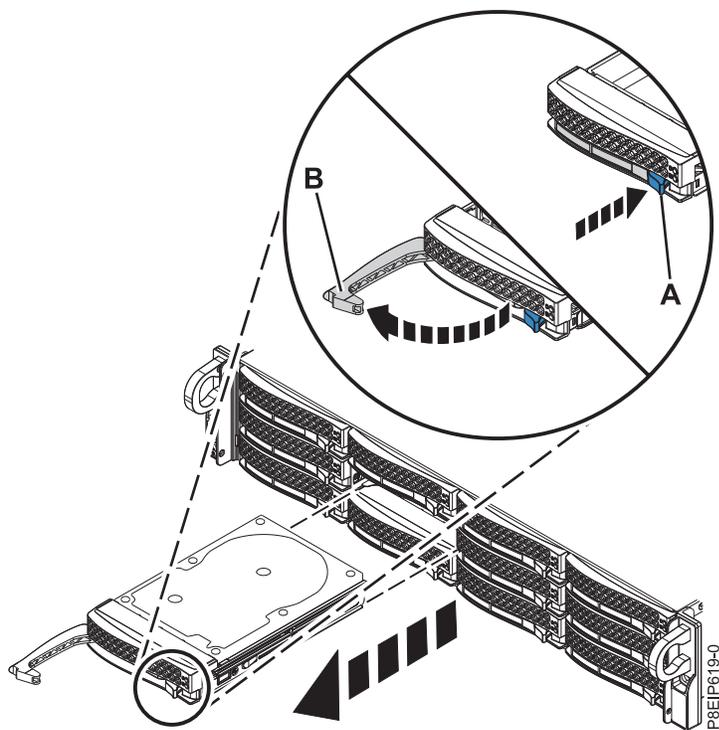

図 1. ドライブの取り外し
3. ハンドル・リリース **(A)** を押し込んで、ドライブ・ベイ・ハンドル **(B)** をアンロックします (5 ページの図 1 を参照)。ハンドル **(B)** が音を立てて手前に開きます。ハンドルが完全に開いていないと、ドライブをシステムから取り出すことができません。ドライブが、前のステップで書き留めたシリアル番号と一致していない場合は、取り外した元のベイにドライブを再取り付けし、別のドライブ・ベイを確認してください。